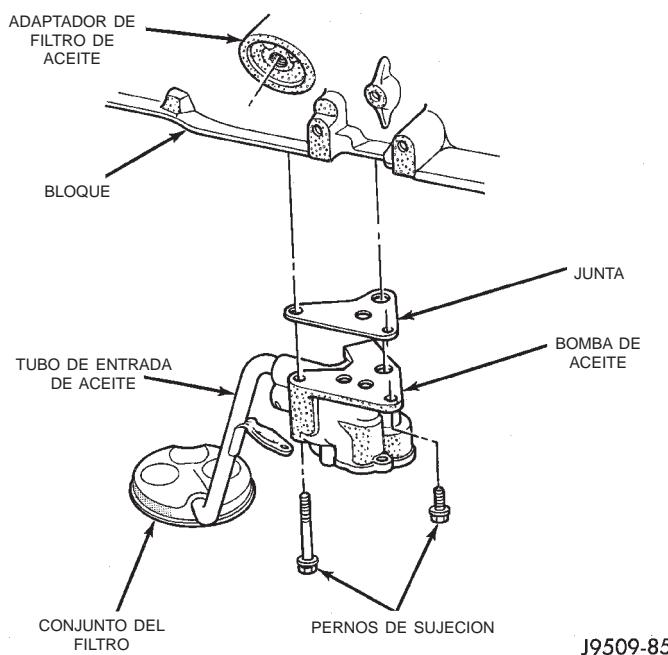

Fig. 59 Conjunto de la bomba de aceite
- (1) Drene el aceite del motor.
- (2) Retire el colector de aceite.
- (3) Retire los pernos de instalación que unen la bomba al bloque de cilindros. Retire el conjunto de la bomba con la (Fig. 59).